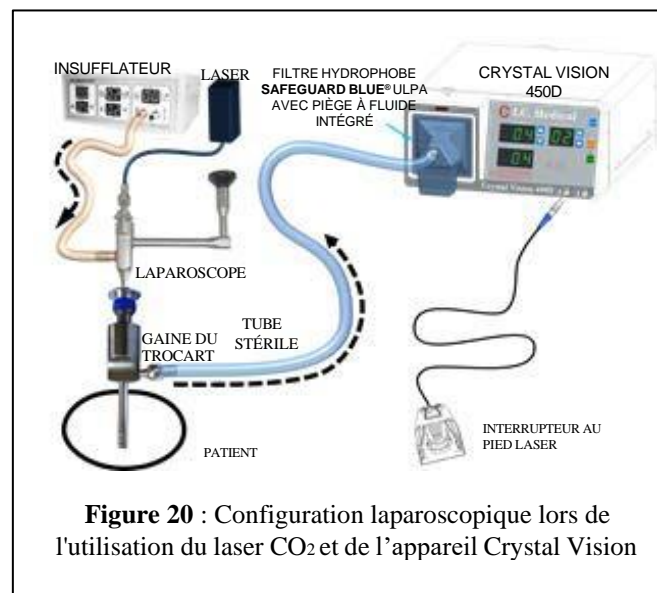

Figure 20 : Configuration laparoscopique lors de l'utilisation du laser CO₂ et de l'appareil Crystal Vision
2. Installez et connectez les tubes intra-abdominaux à l'appareil Crystal Vision à une extrémité, et l'autre extrémité à la CANNULE (TROCART). Reportez-vous à la Figure 20.